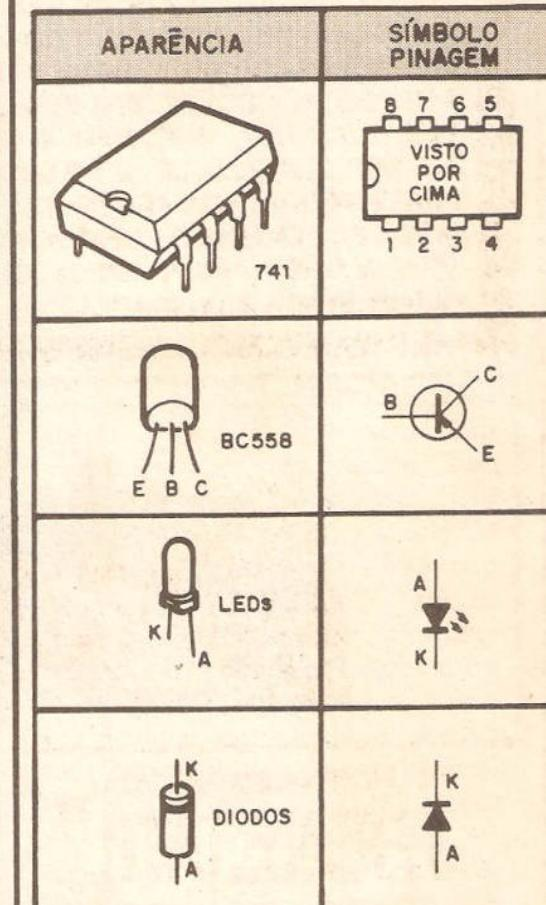

Fig.2
- FIG. 2 - PRINCIPAIS COMPONENTES DA MONTAGEM - Como sempre acontece na descrição das Montagens Práticas aqui do ABC, para benefício dos "Alunos" recém-chegados (e também para apresentar aos "veteranos" da "Escola", os novos componentes...), mostramos na ilustração as aparências, símbolos e pinagens das principais peças do circuito... A "novidade" mesmo é o Integrado 741, com suas 8 "pernas", cuja identificação numérica é feita contando-se os terminais em sentido anti-horário (olhando-se a peça por cima), a partir da extremidade que contém uma pequena marca... Ainda na figura, transistores, LEDs e diodos (já "velhos companheiros de montagens" dos "Alunos"...) também são detalhados visualmente....